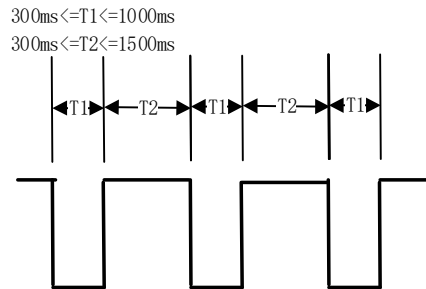

图 2-3 恢复出厂设置触发信号
(1) GPIO1: 恢复出厂设置使用方法如下: 将 GPIO1 信号按图 2-3 所示时序拉低和拉高, 模组将恢复出厂设置并重启, 重启后雷达所有工作参数将恢复为出厂默认值;